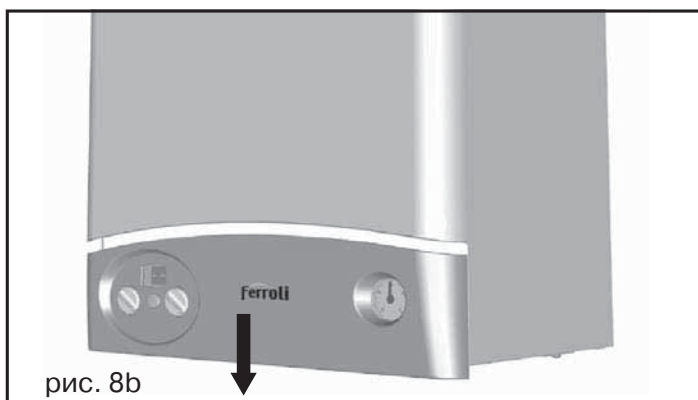

рис. 8b
- 2 Подайте вниз панель управления (Рис. 8b)